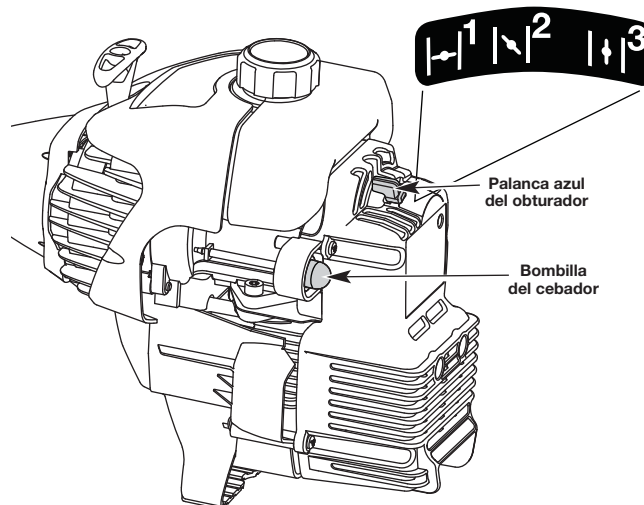

Fig. 20
3. Oprima completamente el cebador y suéltelo 10 veces. Hágalo lentamente. Se deberá ver un poco de combustible en el cebador y en las tuberías de alimentación de combustible (Fig. 20). Si no puede ver el combustible en el cebador, oprímalo y suéltelo tantas veces como sea necesario hasta que vea combustible en el mismo.
4. Coloque la palanca azul del obturador en **Posición 1** (Fig. 20).
6. Coloque la palanca azul del obturador en **Posición 2** (Fig. 20).
9. Mientras oprime el control del regulador, coloque la palanca azul del obturador en la **Posición 3** (Fig. 20) y continúe calentando el motor durante 60 segundos más. Se puede usar la unidad durante este tiempo.
SI... El motor titubea, regrese la palanca azul del obturador a la **Posición 2** (Fig. 20) y siga calentándolo.